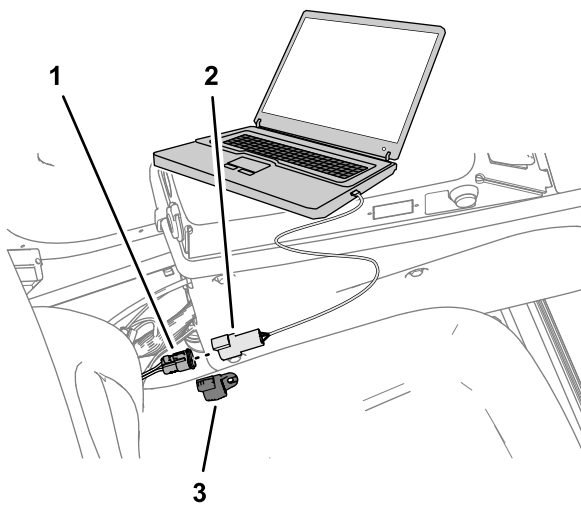

Figure 145
7. Retirez le capuchon du connecteur à 3 douilles du port CAN du faisceau de câblage du kit étiqueté DUPLICATE DIAG CONNECTOR (CONNECTEUR DIAG DOUBLE), et branchez le connecteur à 3 broches du câble d'interface USB/CAN dans le connecteur à 3 douilles (Figure 145).